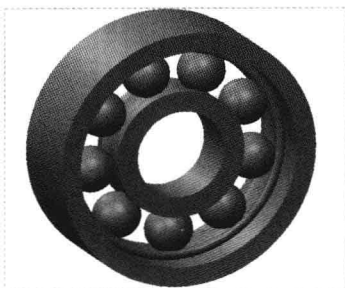

图 17-29 创建倒圆角特征
Step 07 单击“应用并保存在工具中所做的所有更改，然后关闭工具操控板”按钮 ，完成倒圆角特征的创建，如图 17-29 所示。